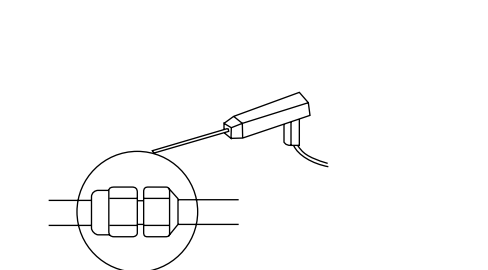

Fig. 7-4
- 7.4 Verifique se há vazamento de refrigerante no acoplamento com um detector de fuga de gás ou espuma de sabão como mostrado na Fig. 7-4.